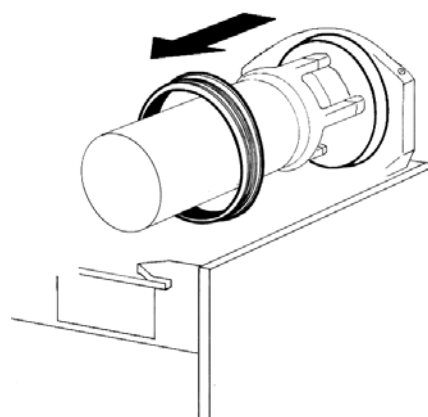

figura 10
- 4** Togliere la guarnizione di tenuta del contenitore dalla sua sede (vedere figura 10).